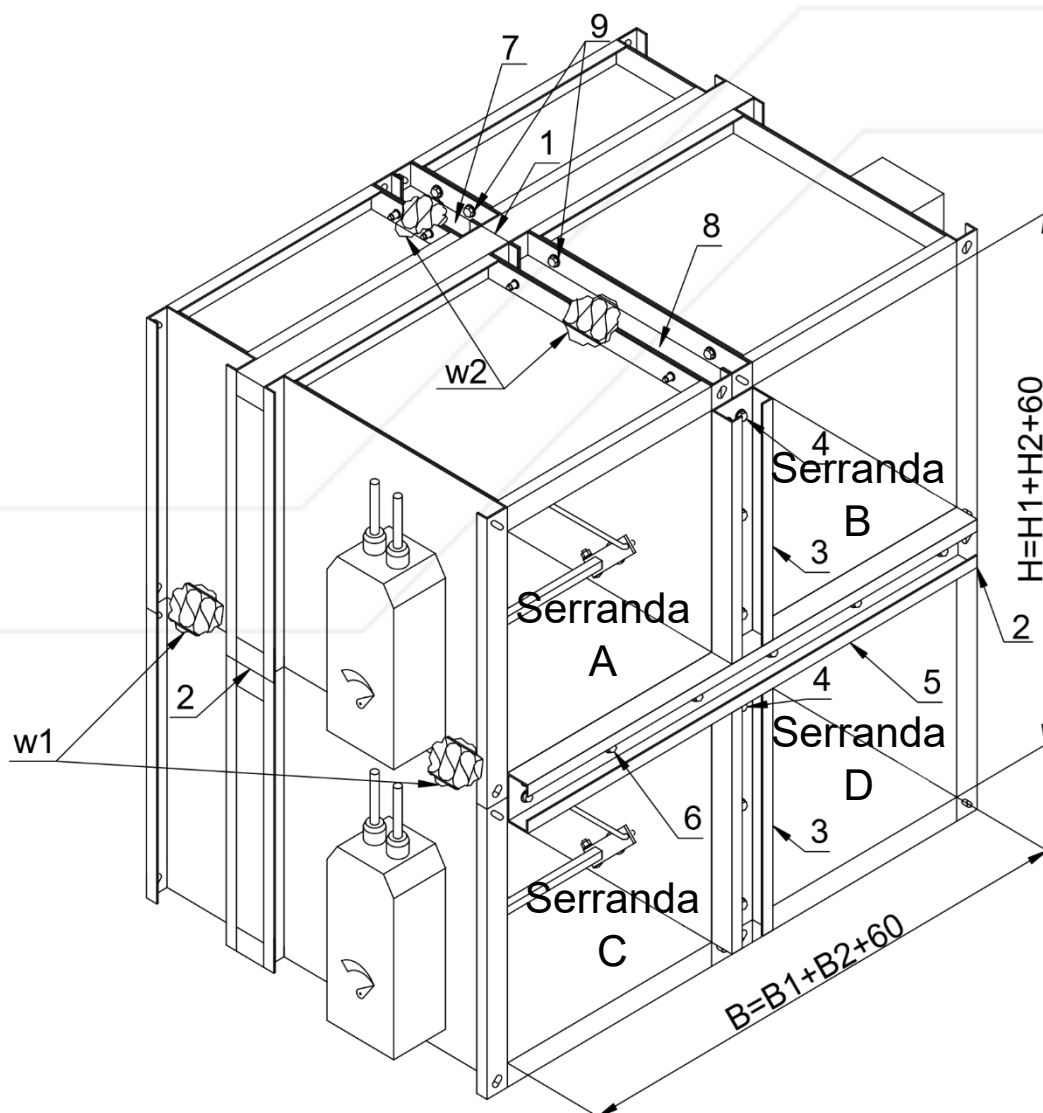

Figura 11. Batteria composta da quattro serrande KWP-O-Ex
- Prima di tutto, occorre fissare la guarnizione PROMASEAL-PL avente sezione di 20x1,8, sul distanziatore isolante di una delle serrande adiacenti (pos. (1) in figura 11) su tutta la lunghezza del punto di contatto.
- Accoppiare la serranda A e la serranda B con appositi fianchi (dove è già stata applicata la guarnizione sui distanziatori isolanti) e collegarle nella parte anteriore e posteriore mediante le barre forate di collegamento (3), utilizzando le viti autofilettanti M6x16 (4) da avvitare negli appositi fori della cassa. Il montaggio corretto avviene quando il numero di viti autofilettanti per ogni barra di lunghezza di 1.200 [mm] ammonta a 4 [p.zzi]
- a. Prima di tutto, occorre fissare la guarnizione PROMASEAL-PL, sezione 20x1,8mm, sul distanziatore isolante di una delle serrande adiacenti (pos. (2) in figura 11) su tutta la lunghezza del punto di contatto.